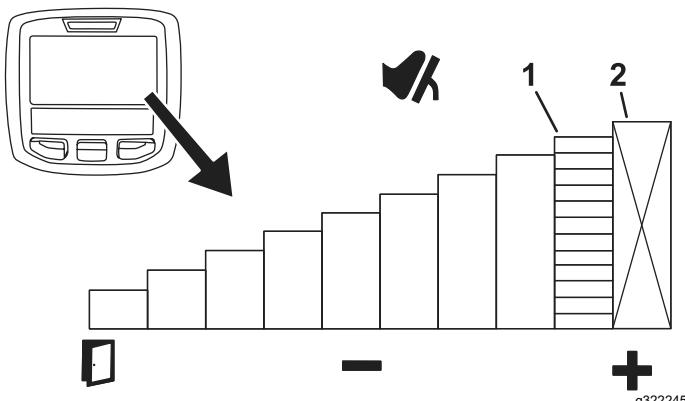

Figure 47
Pour régler temporairement la vitesse maximale de la machine, poussez la pédale de déplacement complètement en avant (Figure 46). Vous pouvez régler une vitesse séparée pour le mode Tonte et le mode Transport (Figure 47).
- Pour accéder à cette fonction, appuyez sur le bouton central de l'InfoCenter (Figure 47).